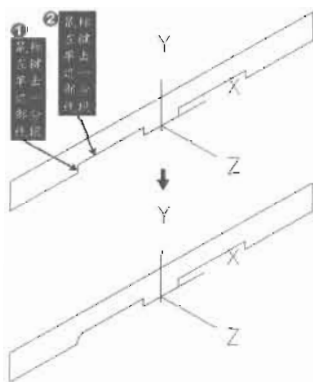

图 14-123
(2) 隐藏“中心线”图层。
(3) 在命令提示行输入 Fillet 命令并回车, 对多段线进行圆角 (半径为 5mm), 如图 14-123 所示, 命令执行过程如下。